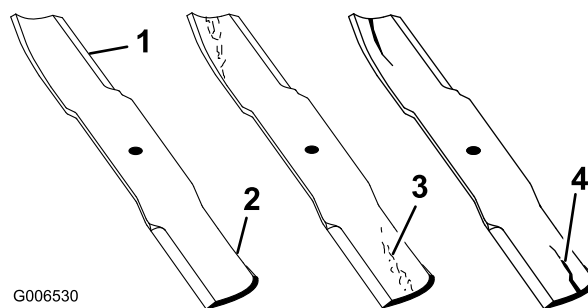

Figure 53
1. Examinez le tranchant des lames (Figure 53). Si les lames ne sont pas tranchantes ou si elles présentent des indentations, déposez-les et aiguisiez-les. Voir Affûtage des lames (page 43).
2. Inspectez les lames, surtout la partie relevée (Figure 53). Remplacez immédiatement toute lame usée,
endommagée ou qui présente une entaille (repère 3. de la Figure 53).